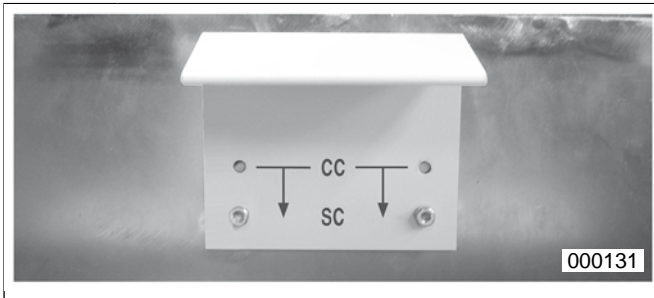

fig. 3 Ángulo de la seguridad replción
7. Abrir la tapa de cubierta. Compruebe la posición del ángulo de la seguridad (fig. 3):